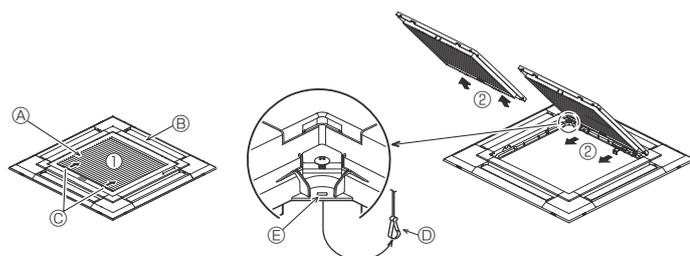

Rys. 9-2
9.2. Przygotowania do zamocowania kratki (Rys. 9-2)
- Używając przymiaru ② dostarczonego z zestawem, należy ustawić i sprawdzić położenie urządzenia głównego w stosunku do powierzchni sufitu. Jeśli urządzenie główne jest nieprawidłowo ustawione względem powierzchni sufitu, może dojść do wypływu powietrza lub gromadzenia się skroplin.